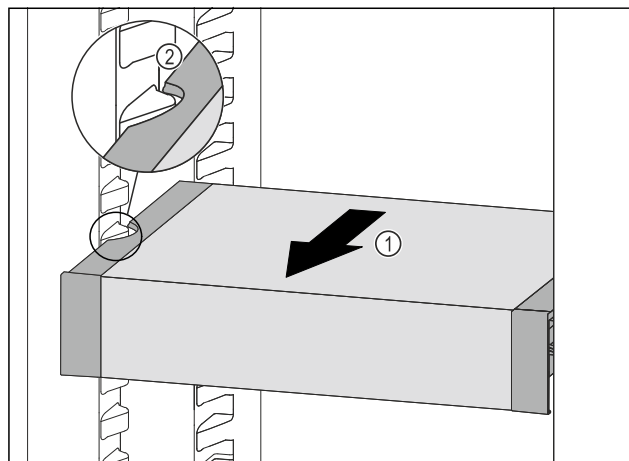

Fig. 118
- Ladicu VarioSafe vucite prema naprijed Fig. 118 (1) sve dok se bočni otvori ladice VarioSafe ne nađu na visini žlijeba spremnika u hladnjaku. Fig. 118 (2)